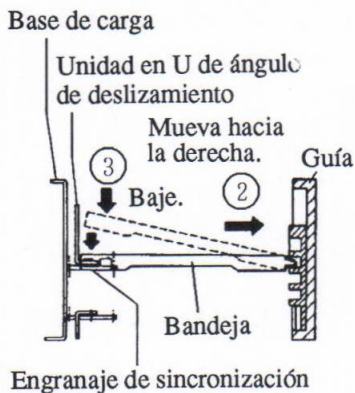

Figura 12
3. Con la bandeja 1 ligeramente inclinada, como se indica mediante las líneas discontinuas de la figura 12, insértela hasta que la corredera y los orificios roscados de la bandeja 1 queden alineados, teniendo cuidado de que la corredera no se mueva hacia la parte posterior.